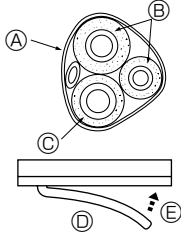

Fig. 5-5
- Tahliye hortumunu bağlantı borularının altına çapraz olarak yerleştirin. (Fig. 5-5)